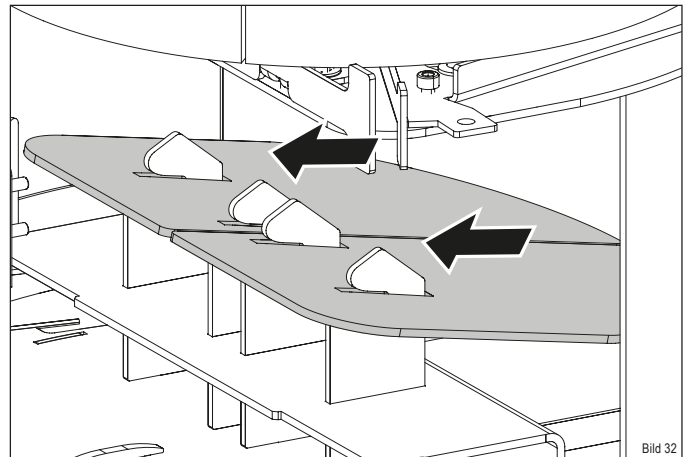

Bild 32
- Schieben Sie die Umlenkebleche nach oben, um sie aus der Halterung zu lösen (Bild 32).